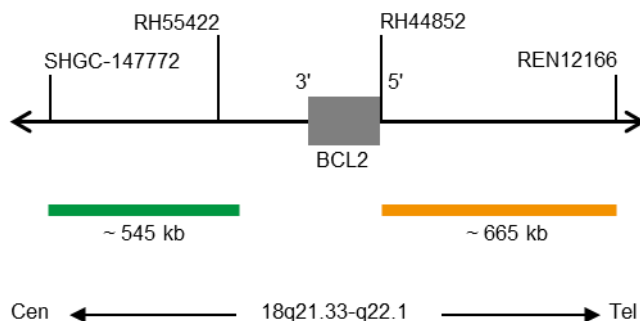

Fig. 1: SPEC BCL2 Mapa da sonda (não à escala)
- Polinucleótidos marcados com ZyGreen (excitação 503 nm/emissão 528 nm) (~10 ng/ $\mu$ l), que têm como alvo sequências mapeadas em 18q21.33\* (chr18:60,046,152-60,589,273) proximais à região do ponto de quebra BCL2 (ver Fig. 1).
- Polinucleótidos marcados com ZyOrange (excitação 547 nm/emissão 572 nm) (~4,5 ng/ $\mu$ l), que têm como alvo sequências mapeadas em 18q21.33-q22.1\* (chr18:60,994,528-61,658,503) distal à região do ponto de quebra BCL2 (ver Fig. 1).